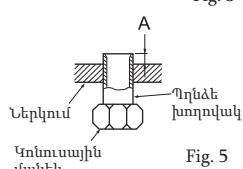

Fig. 5
- Ամրացք ք դրենաժային ձկափորը պատիք անցքի ականոնցին (C) և ամրացք ք ներքին բլոկի վերին հաստածք մնանաային հենաբանի վրա (1): Այնոհետև, լիարժեք շարժք ք ներքին բլոկը դիմա ձևի, դրանքն որին ենելի հասան առանող խողովակները հեշտացնեա տեղակարգությունը:
- Առորման արկից կորեք ք ատարարորդի մի կոտր, փարաբէ՛ր պ այն, տեղաբար ք այն նույն կոտի վրա և օգնագործեք ք տրպես կորաաիք ներքին բլոկի բարձրացման համար: (Fig. 5)
- Սիմսից ք սառնագննի խողովակները երկարացման խողովակի հետ (B):
- Տուղքը ք ներքին բլոկի ցածրադիր մասը մնանաժային հենաբանի վրա (1):